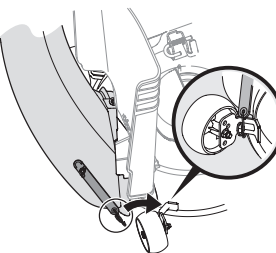
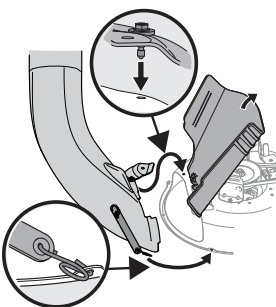

Figure 19
Figure 20
- Relevez le déflecteur d'éjection et tenez-le, puis installez le coude de la goulotte sur l'ouverture de la goulotte en plaçant la goupille dans le trou correspondant, comme illustré dans l'encadré supérieur de la Figure 20. Fixez le coude de la goulotte au plateau de coupe en accrochant le ressort de torsion de la courroie sur le support de montage de la roue. Voir Figure 19.
- Si votre plateau de coupe n'a pas de roues, accrochez le ressort de torsion de la courroie dans le trou approprié sur le rebord avant du plateau de coupe. Voir Figure 20.